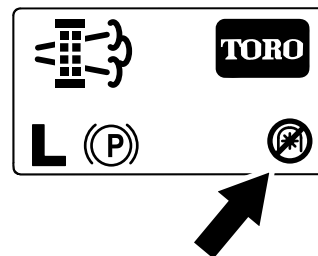

Figure 51
**Remarque:** L'écran d'accueil affiche l'icône de désactivation de la PDF (Figure 51).
**Remarque:** L'écran d'accueil affiche l'icône de désactivation de la PDF ; voir Figure 51 et Messages de régénération en stationnement \(page 36\).